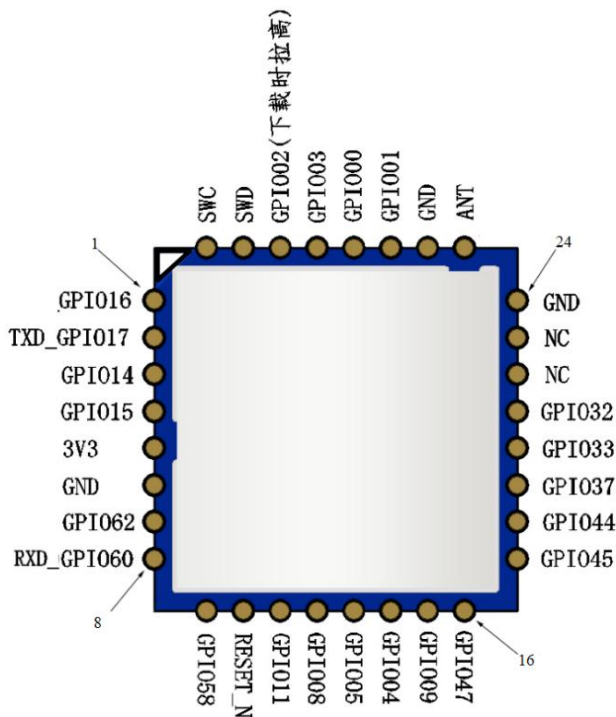

图 4. RC6601A 引脚定义图 (Top View)
1.4. 原理框架图4
- 2、允许回流焊次数：2次，基于以下回流焊(条件)(见图4)；
- 3、温度曲线：回流焊应按照下列温度曲线(见图4)；